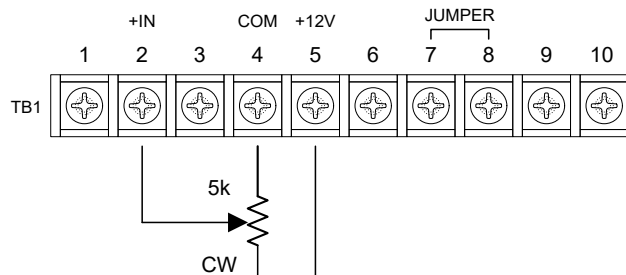

Figure 4.3 Commande à distance avec un potentiomètre
- a. Avec l'alimentation du ZF1 coupée, connecter le potentiomètre comme indiqué à la figure 4.3. La position horaire (CW) correspond à la sortie de puissance maximale. La borne TB1-5 est connectée en interne à une source de tension continue positive.